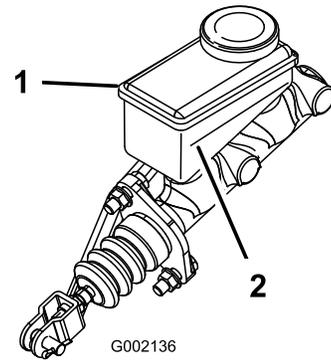

Figure 56
- B. Versez du liquide de frein DOT 3 dans le réservoir jusqu'à ce que le niveau dépasse le repère minimum (Figure 56).
3. Observez le repère de niveau sur le côté du réservoir (Figure 56).